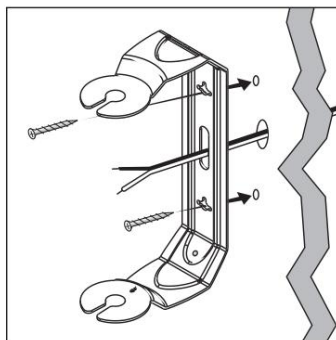

FIGURA 12: Introduceți firul difuzorului din perete prin orificiul pentru firul suportului pentru o montare ușoară.
9. Dacă introduceți firul difuzorului printr-un gaură din perete din spatele suportului, trageți acest fir al difuzorului prin orificiul din suport înainte de a-l monta [figura 12].